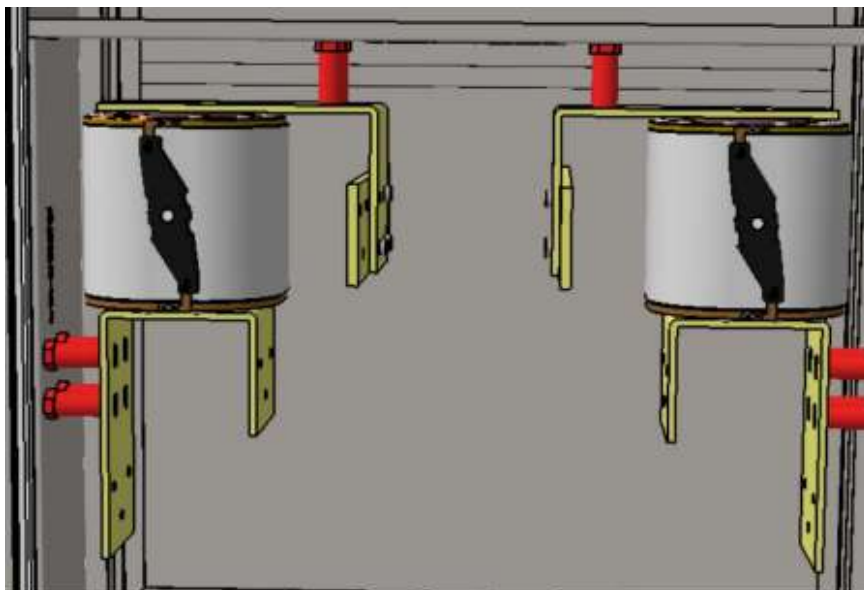

Figura 6.6.5 (1) Porta di interfaccia Schema del cavo DC sull'armadio integrato I modelli consigliati
La posizione e le dimensioni dei collegamenti del cavo DC sono illustrate nella Figura 6-6-5 (1)